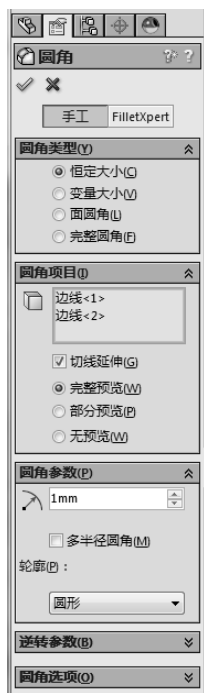

图 6-132 设置圆角属性
- [6] 设置圆角属性, 在“圆角类型”中选择“恒定大小”, 在“圆角项目”中面组 1 选择“边线<1>”、“边线<2>”, 复选“切线延伸”, 选择“完整预览”, 在“圆角参数”下的半径中输入“1”, 如图 6-132 所示。